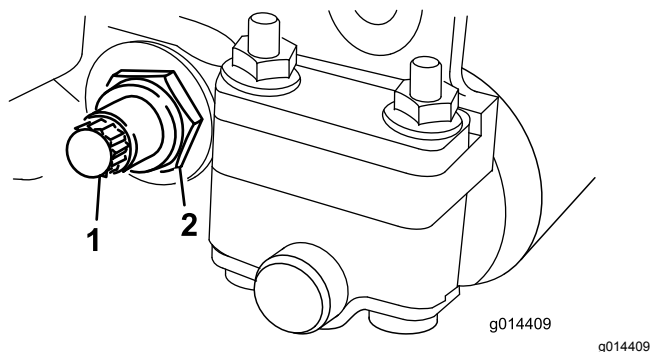

Figura 22
3. Su ciascun lato della macchina, allentate il dado di bloccaggio che fissa il bullone della barra di appoggio (Figura 22).
4. Togliete ciascun bullone della barra di appoggio consentendo alla barra di appoggio di essere tirata verso il basso e rimossa dall'apparato di taglio (Figura 22).